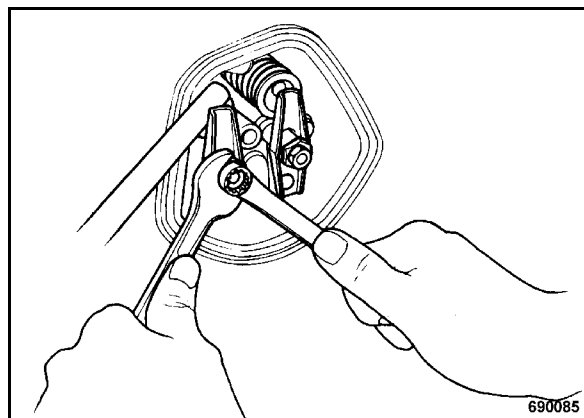

рис. 58
- Щупом для измерения зазоров проверить зазор на обоих клапанах (1) (рис. 58).